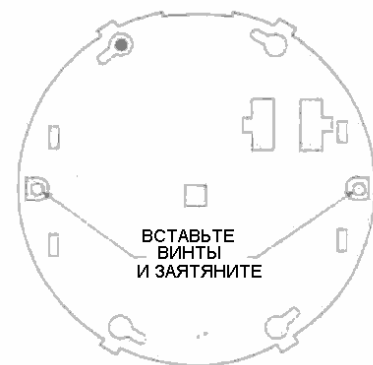

Рисунок 7. Устанвка винтов защиты
- A. Перед установкой детектора на базу рекомендуется закрепить крышку двумя винтами защиты (Рисунок 7). Это предохранит детектор от несанкционированного вскрытия.